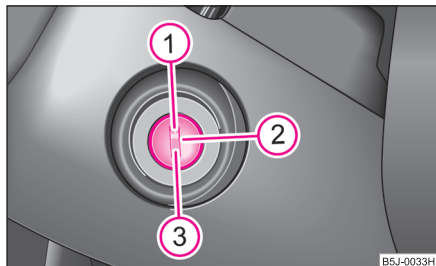

Abb. 90 Zündschlossstellungen
- Den Motor schalten Sie durch Drehen des Zündschlüssels in Stellung  aus ⇒ Seite 89, Abb. 90.